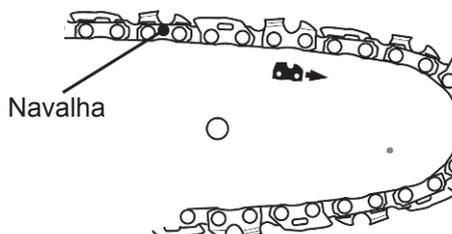

Fig. 6
4. Estique a corrente de serra (14) com os rebordos de corte voltados no sentido de rotação.
Deslize a corrente de serra (14) para dentro da ranhura em torno da guia (13). Certifique-se de que a corrente de serra (14) está instalada no sentido de rotação correto. (Fig. 6)